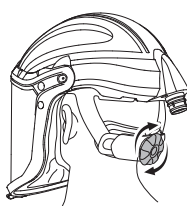

fig.1c
Étape 3: Réglez la molette du harnais arrière jusqu'à ce que l'écran facial soit correctement fixé sur la tête. (voir fig.1c).